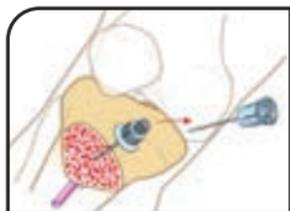

Figura 7
10. Rimuovere il manipolo e lo stiletto. Tenere fermo l'attacco del set ago con una mano mentre si scollega il manipolo dal set ago. Rimuovere lo stiletto dal catetere tenendo fermo ancora una volta l'attacco con una mano e ruotando lo stiletto in senso antiorario con l'altra. Una volta allentato, estrarre lo stiletto e gettarlo immediatamente in un apposito contenitore per materiali taglienti e pericolosi sotto il profilo biologico (Figura 7).